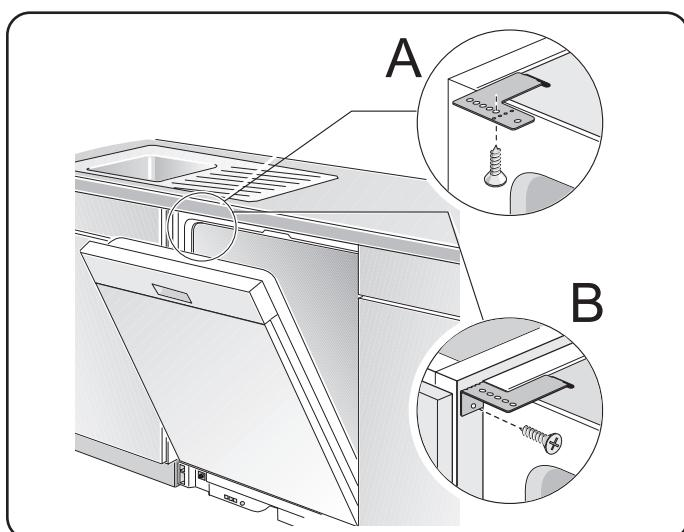

Figure 11
1) **Sur le dessus** est utilisé pour les comptoirs fabriqués en bois ou autres matériaux pouvant être facilement percés. Orienter la fixation comme à la figure 11, lettre A, et positionner les 2 petites languettes sur la fixation sur les deux fentes des coins avant du lave-vaisselle. Pousser fermement sur les fixation pour insérer les languettes dans les fentes.
2) **Sur le côté** est utilisé pour les comptoirs en marbre, granite ou autre matériaux très durs ne pouvant être percés. Plier la fixation le long des petits points et dans la même direction que les deux petites languettes. Orienter les fixations comme à la figure 11, lettre B, et 2 petites languettes sur la fixation sur les deux fentes des coins avant du lave-vaisselle. Pousser fermement sur les fixation pour insérer les languettes dans les fentes.